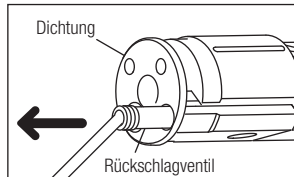

Abb. 10
- 2) Entfernen Sie das Rückschlagventil. Ziehen Sie das alte Rückschlagventil mit einem dünnen Stift heraus und setzen Sie das neue Rückschlagventil fest ein. (Abb. 10)